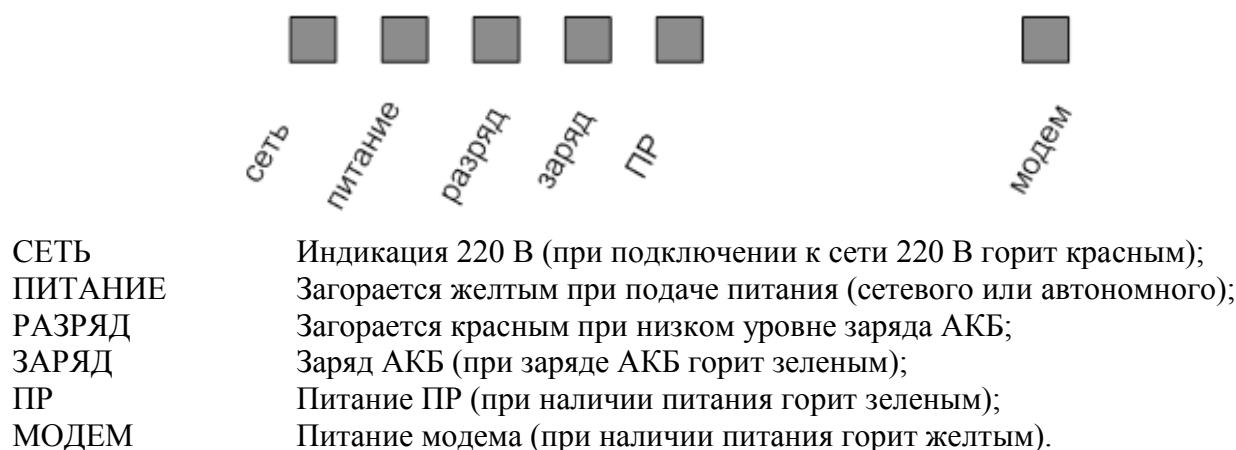

Рисунок 5 – Светодиодная линейка для одноканального расходомера
2.6.2 Контроль работы ВТ осуществляется при помощи светодиодной линейки, расположенной на его передней панели (рисунок 5).